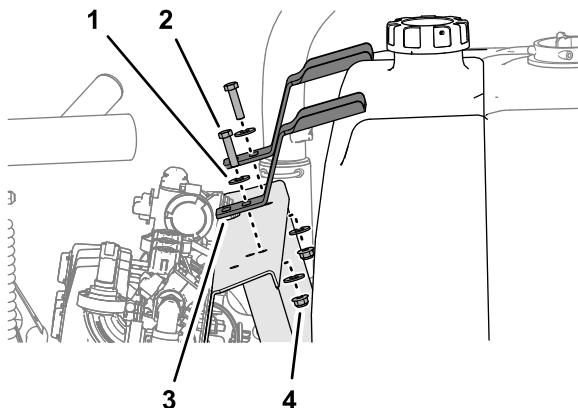

Figura 4
- Retire os dois parafusos, quatro anilhas e duas porcas flangeadas que prendem os dois suportes de fixação do depósito de lavagem à montagem da válvula e retire os suportes de fixação (Figura 4).